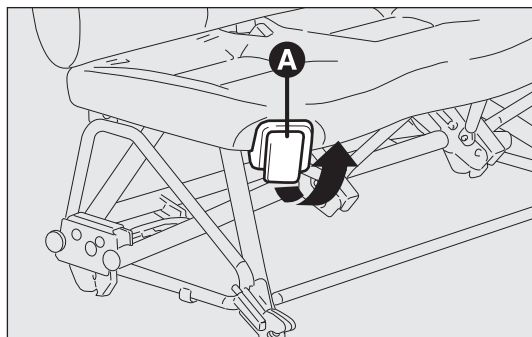
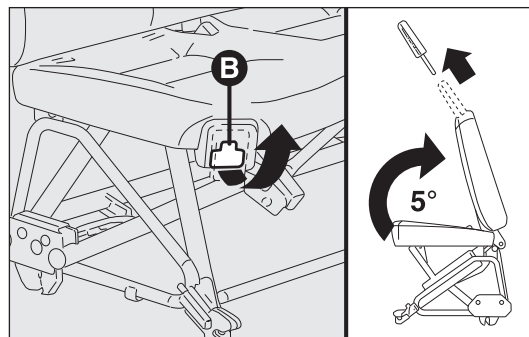

fig. 34
fig. 35
Soulever le levier A-fig. 34 et incliner le dossier vers l'avant.
- soulever le levier B-fig. 35 (situé sous le levier A-fig. 34) avec la main droite;